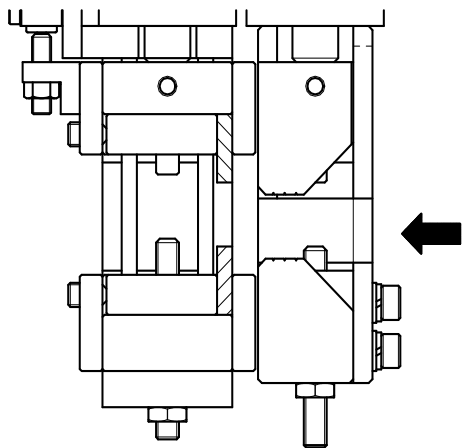

図3
- 3) 新しい替刃を図3の矢印の方向から見て、替刃の刻印が正しく読める様に取付けて下さい。